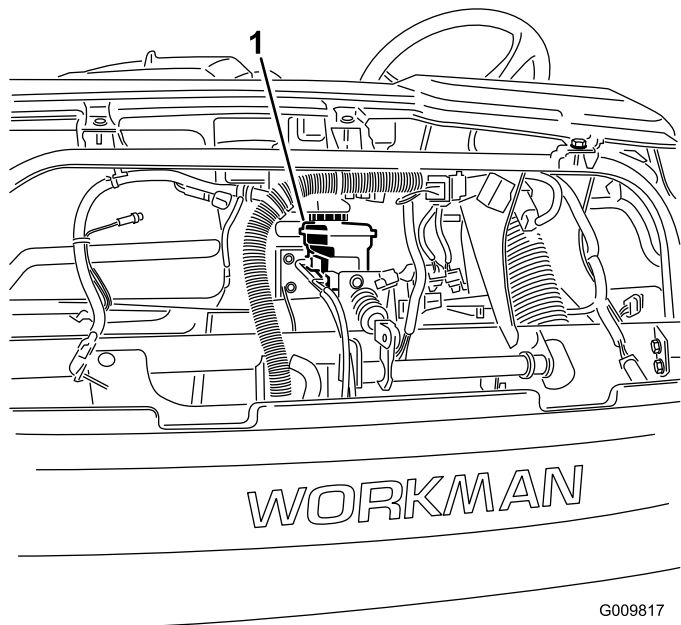
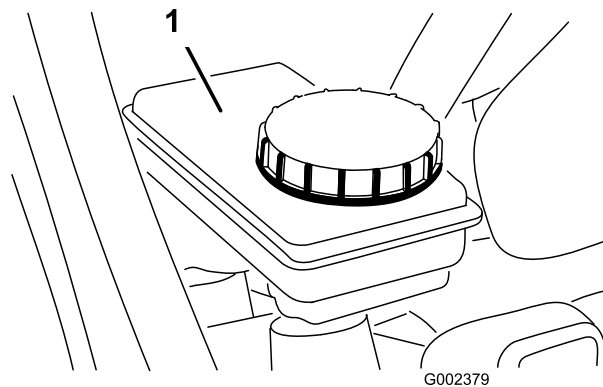

图72
图73
5. 检查刹车油箱内的油位 图72 和 图73。
- A. 清洁盖子周围的区域 图73。
- B. 拆下油箱盖 图73。
- C. 将指定的刹车油添加至油箱的“已满”线 图73。
- D. 盖好油箱盖 图73。